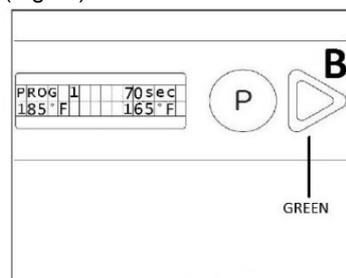

Fig.12
- L' appareil est prêt à l' emploi quand il atteint la température d'exercice, le led rétro-éclairé VERTs'allume sur le bouton "B" (Fig.12)